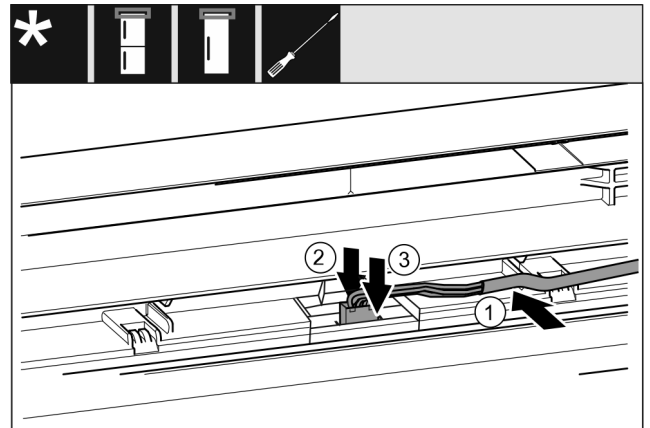

Fig. 42 Réfrigérateurs-congérateurs / congérateurs / réfrigérateurs
- ▶ Insérer le câble Fig. 42 (1) dans le guide de la porte supérieure.
- ▶ Pousser l'ergot Fig. 42 (2) vers l'arrière.
- ▶ Enclencher le connecteur Fig. 42 (3).